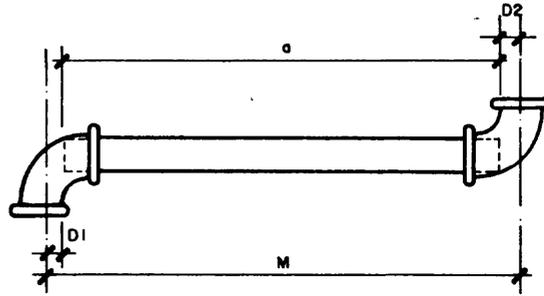

Fig. 4
1. Dada la medida "M" entre ejes de las conexiones, determinar la medida "a" deseada, de la manera siguiente (fig. 4).